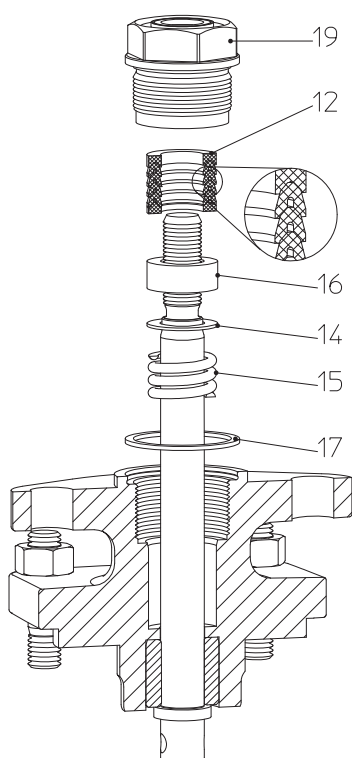
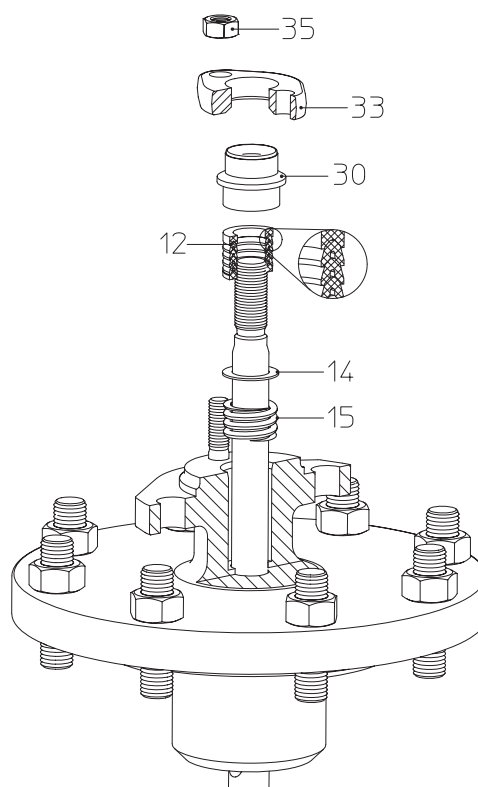

Bild 8: Dachmanschetten DN15-100
Bild 9: Dachmanschetten DN125-150
- Bei Austausch der Dachmanschetten (Pos. 12) auf richtige Reihenfolge und Einbaulage der Einzelteile achten (siehe Bild 8 - Bild 9).